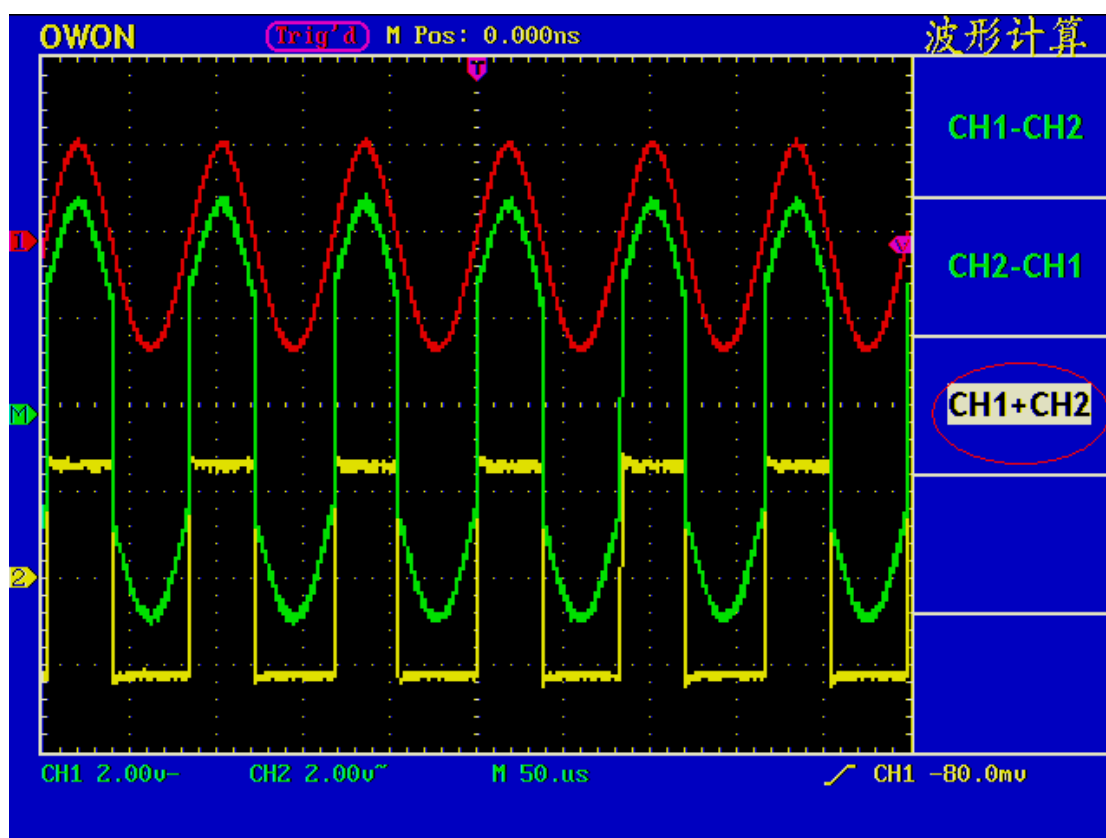

图 20 CH1+CH2 数学运算波形
- 2、按 **F3** 菜单选择按键，选择 **CH1+CH2**。屏幕中显示出绿色的计算后波形M，再按 **F3** 菜单选择按键，则波形M关闭。见图20。